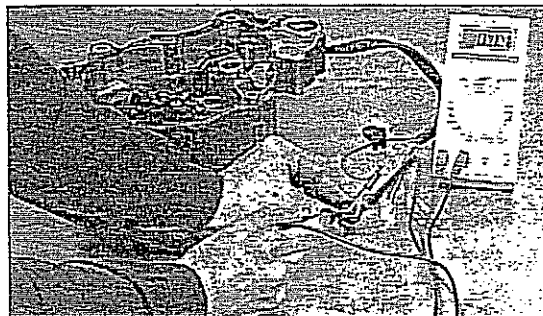

Bild 170
-  Die Ladespulen der Lichtmaschine sind in Ordnung, wenn kein Masseanschluss und Stromdurchgang (Sollwert 0,7–1,1 Ohm) zwischen den weissen Kabeln besteht, die über einen dreipoligen Stecker mit dem Gleichrichter/ Spannungsregler verbunden sind, siehe Bild 170.